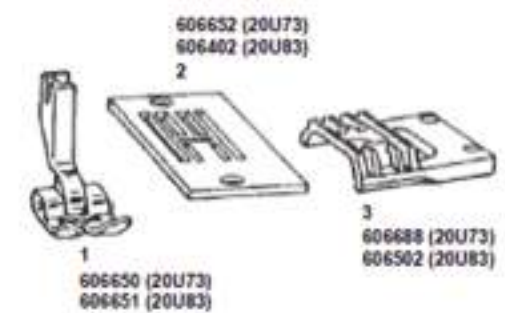

Figura 26
O pé calcador de uso geral (1), a chapa da agulha (2) e o dente impelente (3) representados na Figura 26, são usados para costura reta e ziguezague.